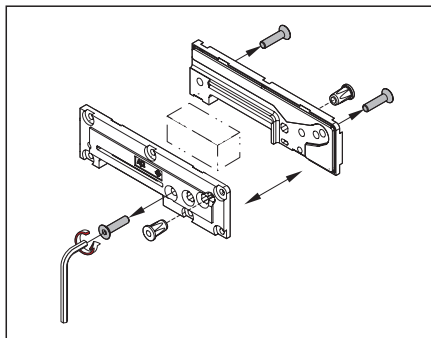

Abb. 5 Den Beschlag demontieren
1. Den Beschlag demontieren (Abb. 5).